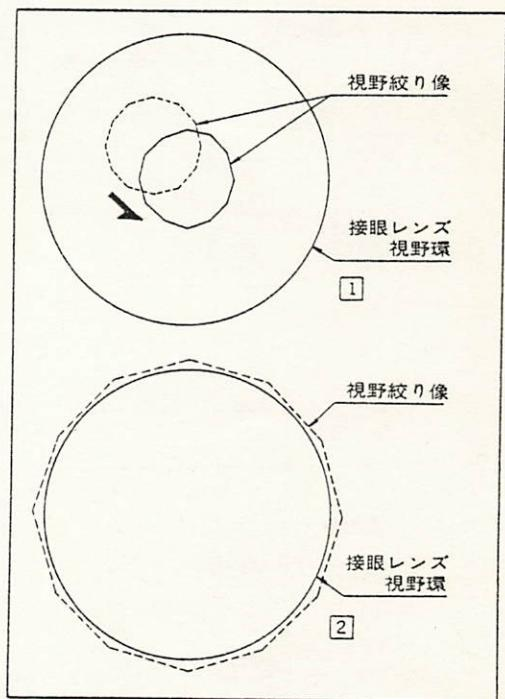

図 30
③照明光の熱による標本の変質、又は生体の死滅などを極力防止したいときには、断熱フィルタを本体フィールドレンズの上に載せて使用します。（フィルタ外径45mm）
(2) コンデンサの心出し
①コンデンサのターレットの位置を0にし、対物レンズは10×にします。
②ベース部の視野絞り環により、最小に絞り、コンデンサ上下動ハンドルを操作して視野絞りを標本面に結像させます。
③視野絞りが接眼の視野に対して偏心しているときは、コンデンサ心出しねじで同心となるよう調節します。
④対物レンズを40×に切り替え、視野絞りの像が図30のように、接眼レンズの視野とほぼ同じになるように絞りの大きさを調節します。